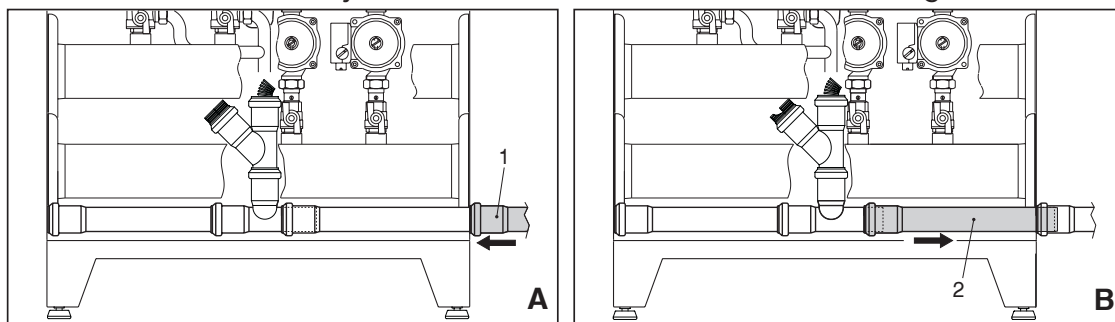

fig. 7
- Brancher au tuyau de purge des condensats une tuyauterie Ø40 pour l'évacuation des condensats produits pendant le fonctionnement (voir fig. 7).